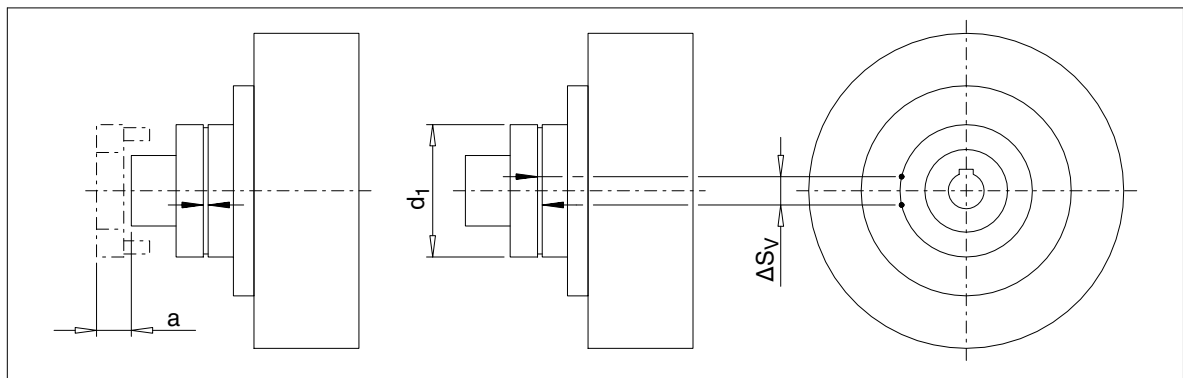

图 10: N-EUPEX 可拆式联轴器的维护间隔时间
只要提高的联轴器间隙对于联轴器运转不是不利的，那么弹性元件 (12) 在它们需要更换前一直留到达到规定的使用磨损界限。为了评估磨损情况，在表 11 中证明了所允许的扭转间隙，它是换算到联轴器外直径上的弦齿尺寸 ΔS_V 。为了测定该尺寸 ΔS_V ，将联接件在没有扭矩的情况下旋转到碰撞并在两侧划上标记（参见图 10）。通过反向旋转联接件，直到停止，标记彼此分离。标记间距离就是弦齿尺寸 ΔS_V 。如果尺寸 ΔS_V 超过在表 11 中规定的数值时，那么必须更换弹性元件 (12)。
对于 FGD/FVD 类型，换机罩 (12) 可以不移动已联接好的设备，如果考虑到替换尺寸 "a" (参见表格 11 和插图 10)。在部件 2/3 的螺栓连接松动后，轴向移动部件 3 并向部件 2 扭转。然后弹性元件 (12) 可供使用。